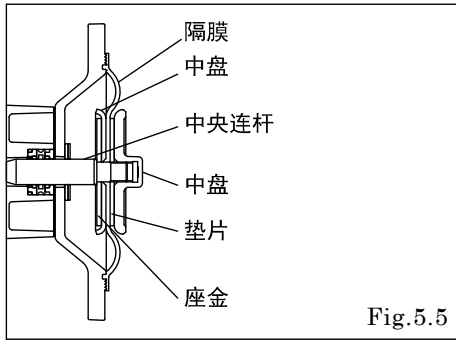

Fig.5.5
- 隔膜材质为NBR时，请从隔膜外侧安装垫片。（Fig.5.5）
- 拉出一侧的隔膜，（AT以外）在Fig5.5、5.6、5.7 状态下安装外壳，螺栓临时固定。
- 拉出另一侧的隔膜，（AT以外）在Fig5.5、5.6、5.7 状态下安装同侧外壳，螺栓临时固定。